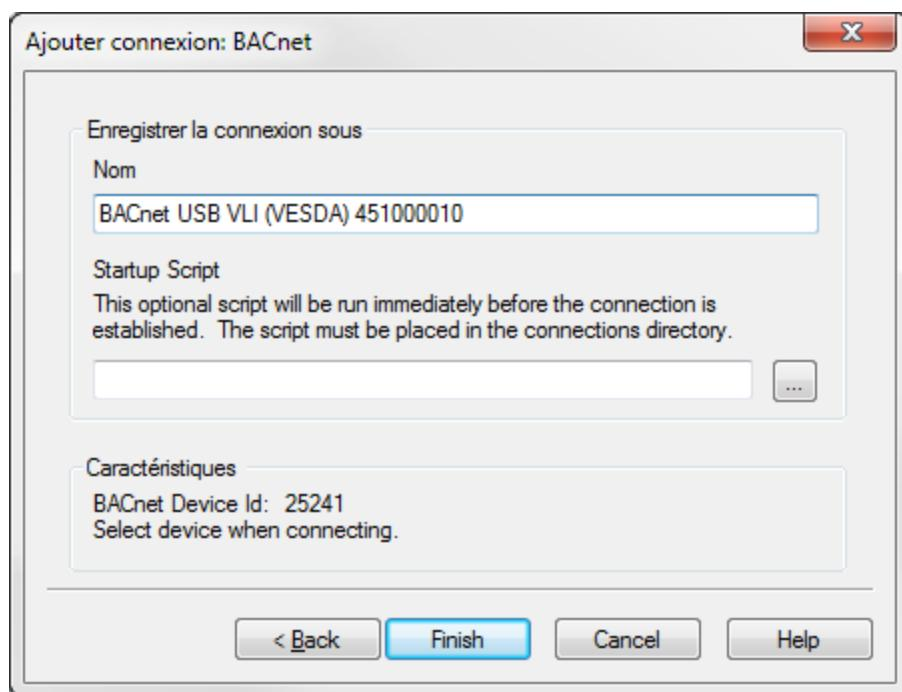

Figure 5-6: Saisie du nom de la connexion
- Saisissez un nom unique pour la connexion ou acceptez celui gner automatiquement, puis cliquez sur Terminer (Figure 5-6).